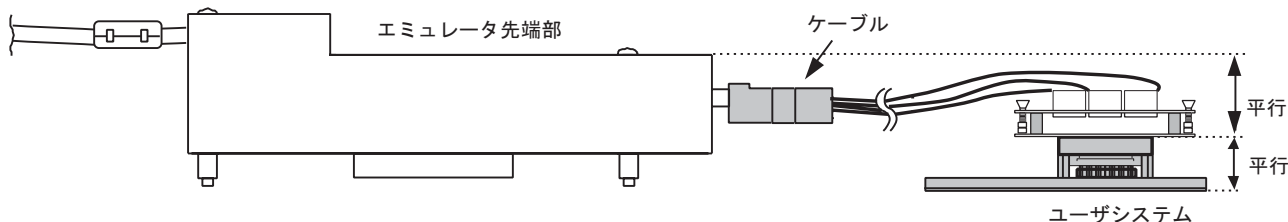

図11 設置例
- (1) ユーザシステムへの接続時には1ピン位置に十分注意して、誤接続は絶対にしないでください。
- (2) 本ユーザシステムインタフェースケーブルは、HS1527KEPH60Hエミュレータ専用ですので、他のエミュレータ本体には使用しないでください。
- (3) ケーブル本体部が断線する可能性がありますので、本ユーザシステムインタフェースケーブルの上に重いものや金属等の角の尖ったものを置かないでください。
- (4) ユーザシステムに接続した状態では、ユーザシステムインタフェースケーブル、特にケーブル先端部に無理な力が加わらないように注意する必要があります。図11の設置例を参照してご使用ください。